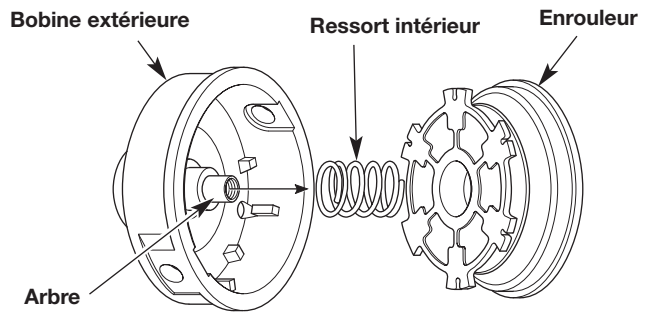

Fig. 13
3. Retirez l'enrouleur intérieur de la bobine extérieure (Fig. 13).
4. Retirez le ressort de l'enrouleur intérieur (Fig. 13).